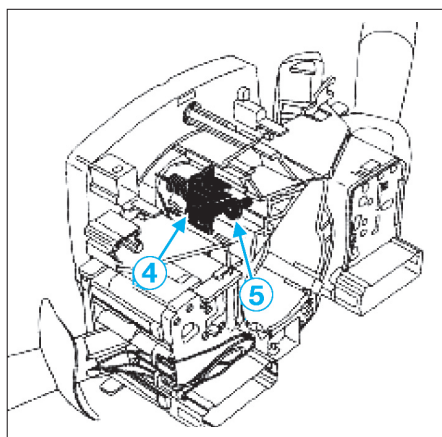

FIG. 6
- Appuyer sur la pièce (4) pour bloquer le contacteur tournant en position de dépose (fig. 6).